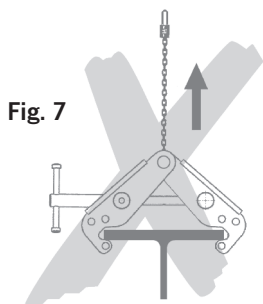

Fig. 7
- Das Lastaufnahmemittel wird durch Drehen an der Spindel gegen den Uhrzeigersinn so weit geöffnet, bis es auf den Träger gesetzt werden kann (Fig. 7).